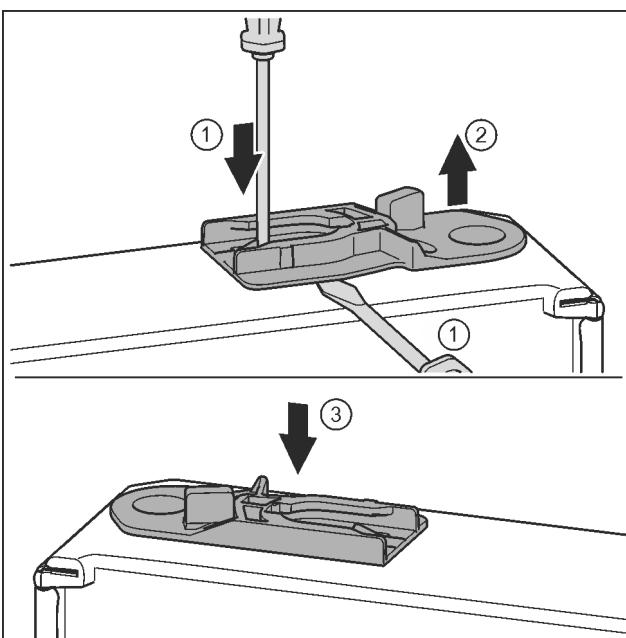

Fig. 35*
- Извлечь направляющее гнездо: нажать накладку шлицевой отверткой и одновременно переместить ее шлицевой отверткой под направляющее гнездо. Fig. 35 (1, 2)
- Прилагаемое при поставке направляющее гнездо вставить на другой стороне корпуса. Fig. 35 (3)